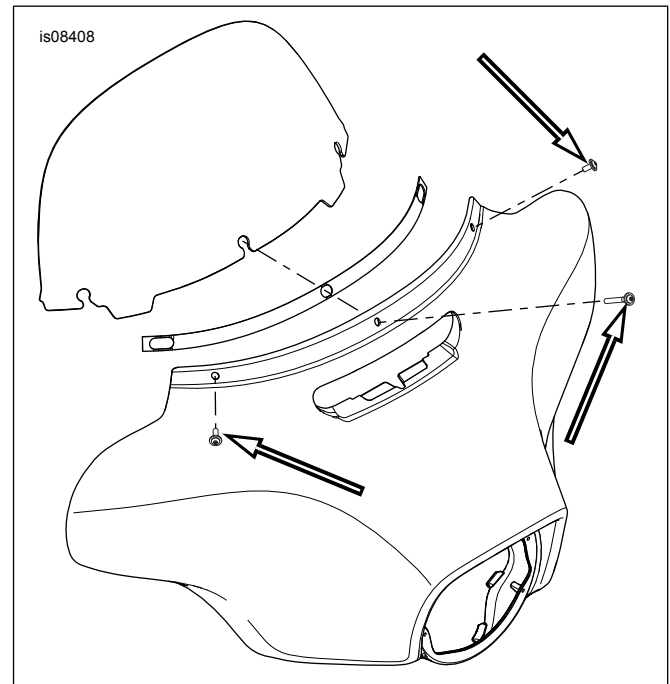

Figura 1. Rimuovere ed eliminare le viti
2. Vedere Figura 1. Rimuovere ed eliminare le tre viti originali della carenatura esterna/del parabrezza. Rimuovere la guarnizione o la sagomatura inferiore del parabrezza, se presenti.